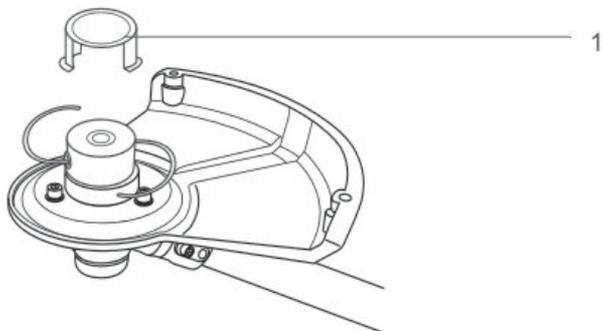

Fig. 22
1. Retirer le couvercle de la tête de désherbage (Fig. 22).